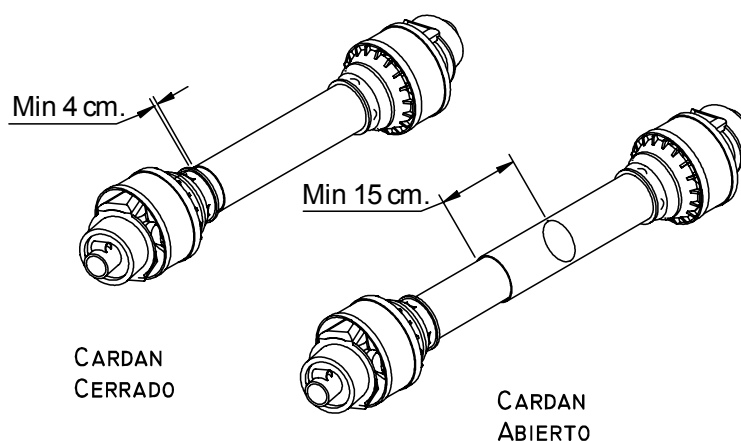

Figura 4
5. Una vez el cardan haya sido conectado al tractor y este haya sido estirado lo más posible, los dos tubos deben superponerse unos 15 cm. mínimo (cardan abierto), a la vez que cuando esté introducido lo más posible, el juego mínimo permitido tiene que resultar de 4 cm. (cardan cerrado). **(Figura 4).**